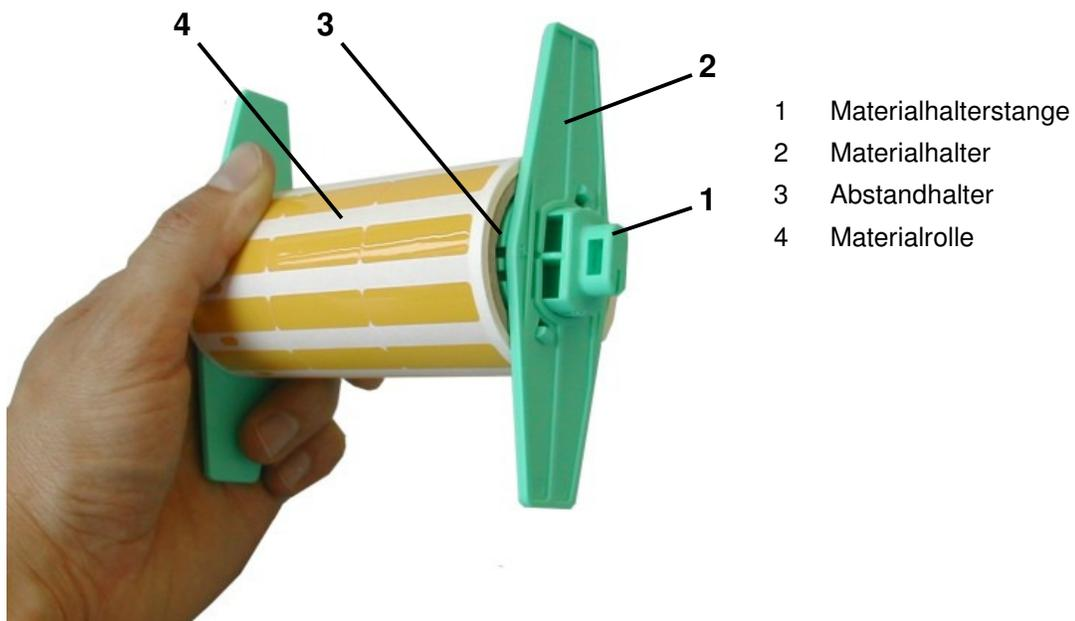

Abbildung 7 Etikettenrollenhalter
3. Seitenhalterung (Abbildung 7, Pos 2) entfernen
4. Wird Material mit einem inneren Kerndurchmesser von 1 Zoll (25.4 mm) verwendet, Abstandshalter (3) entfernen. Der Abstandshalter ist für 1.5 Zoll Kerne (38.1 mm) ausgelegt.